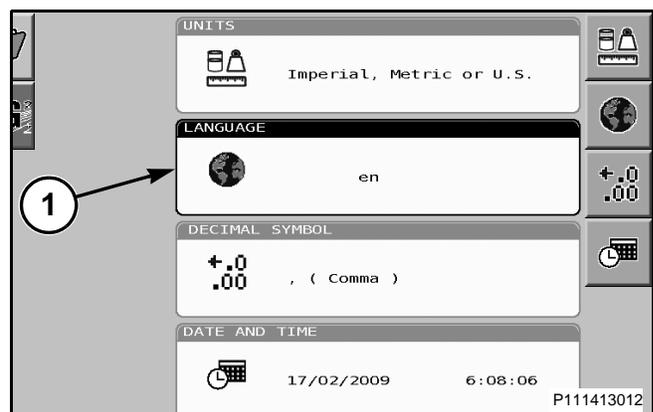

FIG. 66
FIG. 66: Para seleccionar el idioma, desplácese hasta la casilla de idioma (1) para resaltarla y a continuación presione el botón de la rueda de selección para seleccionarla.